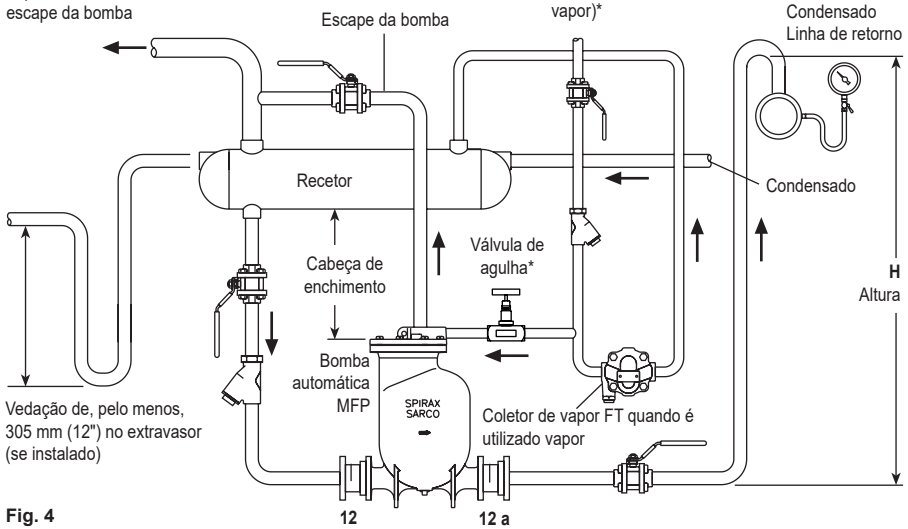
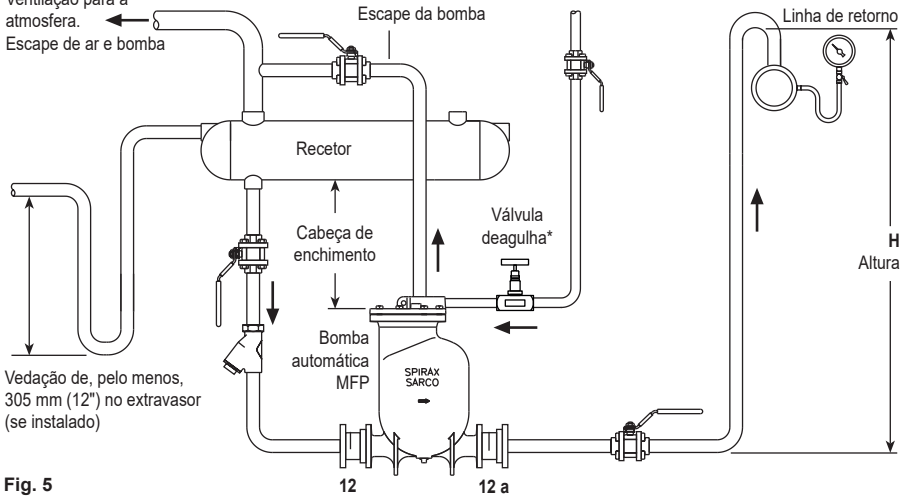

Fig. 4
Fig. 5
1. Instalar a bomba por baixo do equipamento a drenar, com o tubo de escape verticalmente para cima. A bomba deve ser instalada com a cabeça de enchimento recomendada (a distância vertical entre o topo da bomba e o fundo do reservatório/recetor), ver Secção 3.2 e Fig. 5. Para outras variações da cabeça de enchimento, consultar a tabela de capacidade separada.
2. Para evitar o alagamento do equipamento durante o curso de descarga da bomba, deve ser instalado um recetor ventilado ou um tubo reservatório num plano horizontal à frente da bomba, como se mostra na Fig. 4. Para o dimensionamento correto do recetor/reservatório, consulte as Tabelas 1 e 2 nas páginas 16 e 17. Todos os acessórios da linha de entrada devem ser de diâmetro completo.
3. Ligar as válvulas de retenção(12) e(12a) à bomba, certificando-se de que o fluxo através das válvulas está na direção correcta. Para um melhor desempenho, as tubagens horizontais imediatamente antes da válvula de retenção de entrada e depois da válvula de retenção de descarga devem ser reduzidas ao mínimo. Ligar a descarga à conduta de retorno ou a outro ponto de retorno. Aperte os parafusos das flanges de entrada e de saída com um binário de 76 - 84 N m (56 - 62 lbf ft).
4. Ligar a alimentação do fluido de serviço (vapor, ar ou gás) à entrada de alimentação motriz na tampa (ver Fig. 4 e 5, página 14). A alimentação de vapor deve ter: Um filtro, uma válvula de agulha (para otimizar a pressão de alimentação motriz durante a colocação em funcionamento) e um purgador (que descarrega para a tubagem do recetor ou do reservatório) instalados a montante da entrada de alimentação. O fornecimento de ar comprimido motriz deve ter: Um filtro regulador e uma válvula de agulha instalados a montante da entrada de alimentação. Nota: As válvulas e o equipamento auxiliares devem ser classificados como Ex, se tal for um requisito da instalação.
É necessário um volume de reservatório suficiente acima do nível da cabeça de enchimento para aceitar o condensado que chega à bomba durante o curso de descarga. O recetor pode ser um comprimento de tubo de grande diâmetro ou um tanque. Se desejado, a tubagem de extravasamento do recetor pode ser instalada como mostrado na Fig. 4 e Fig. 5 na Secção 3 e canalizada para um dreno adequado. A tubagem deve formar um selo de água do tipo U com pelo menos 305 mm (12") de profundidade imediatamente a seguir ao coletor.
4. Ligar a alimentação do fluido de serviço (apenas vapor) à entrada de alimentação motriz na tampa (ver Fig. 4 página 14).